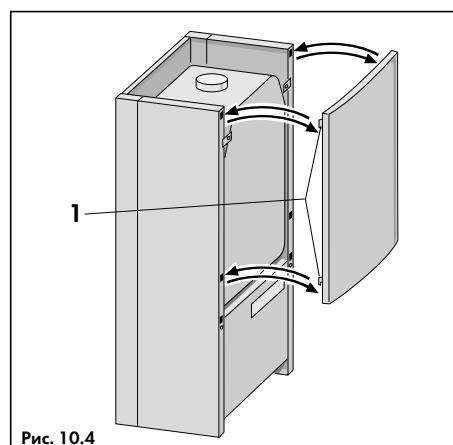

Рис. 10.4
- Верхнюю панель облицовкидвигать вверх, пока она не выскочит из боковых зажимов (1, рис. 10.4), после этого снять ее движением на себя;